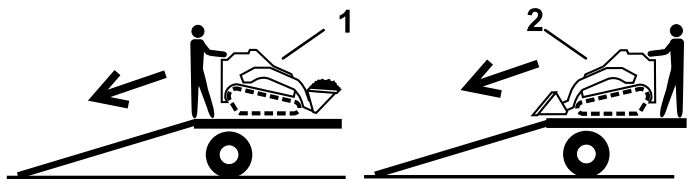

图 9
2. 让机器较重的一端在坡道上面以减轻负载将机器从拖车上卸下来图 9。